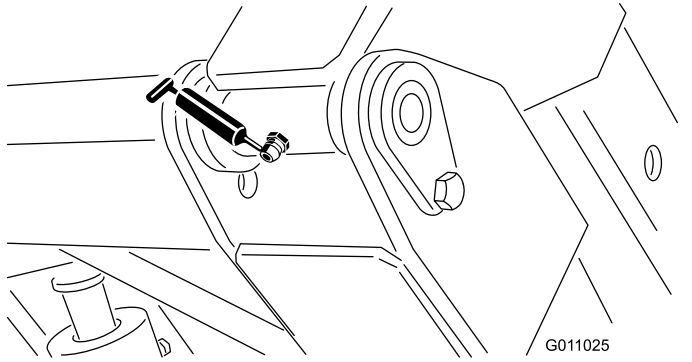

Figura 33
- Pivote de la tolva (superior) (2) (Figura 33)